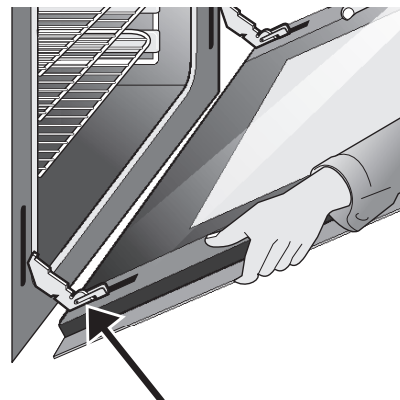

Figure 40: Retirez soigneusement la porte en tenant les deux côtés et en tirant les charnières hors du cadre de la porte
3. Tenez fermement les deux côtés de la porte du four (n'utilisez pas la poignée de la porte). (Figure 40).
4. Avant de terminer cette étape, soyez prêt à soutenir le poids entier de la porte du four tout en la saisissant par les côtés avec les deux mains. Tenez les côtés de la porte du four par le milieu. Fermez la porte du four à environ 4 po. du cadre de la porte. La porte du four doit se dégager elle-même du cadre. (Figure 40).
2. Positionnez l'angle de la porte par rapport à l'angle de retrait de la porte et, avec précaution, insérez complètement et uniformément les bras de charnières de la porte dans les nervures des charnières de la porte. Libérez-vous prudemment du poids de la porte de manière à ce que le four soutienne la porte. (Figure 40).